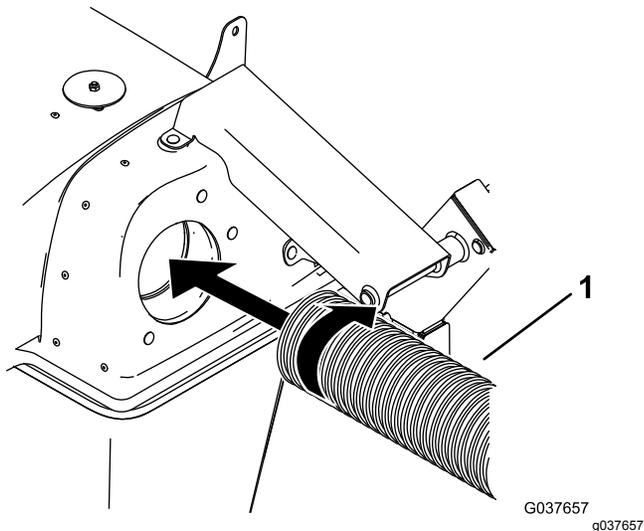

Figura 9
3. Avvitare 1 estremità del tubo sul cofano fino a quando non è saldo (**Figura 9**).